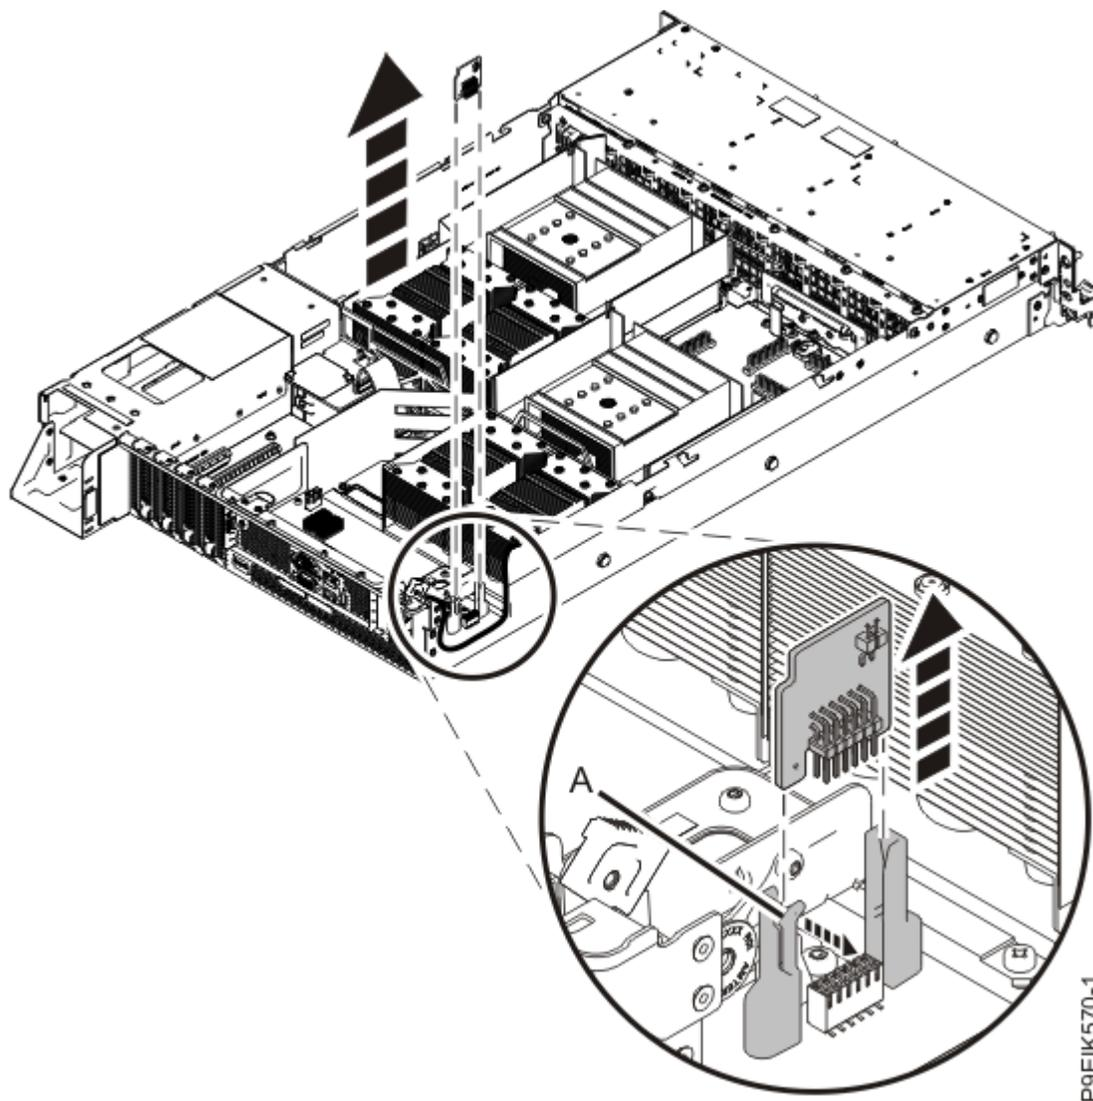

図 165. Trusted Platform Module の取り外し
2. レバー **(A)** を引いて Trusted Platform Module (TPM) を解放し、システム・バックプレーンからまっすぐ上に TPM を持ち上げます (183 ページの図 165 を参照)。